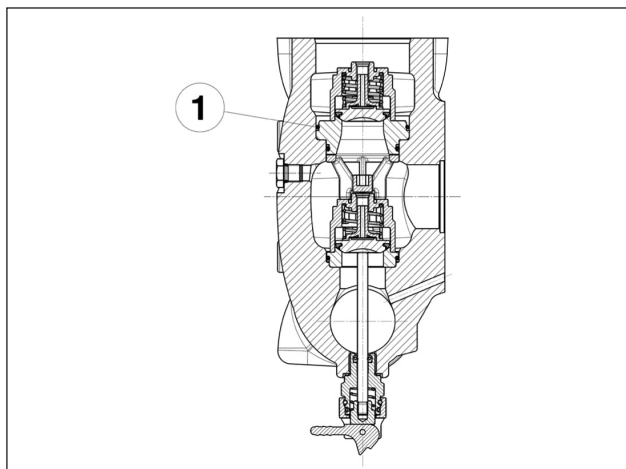

Fig. 128
Introducir con atención la junta tórica indicada en la pos. ①, Fig. 128.